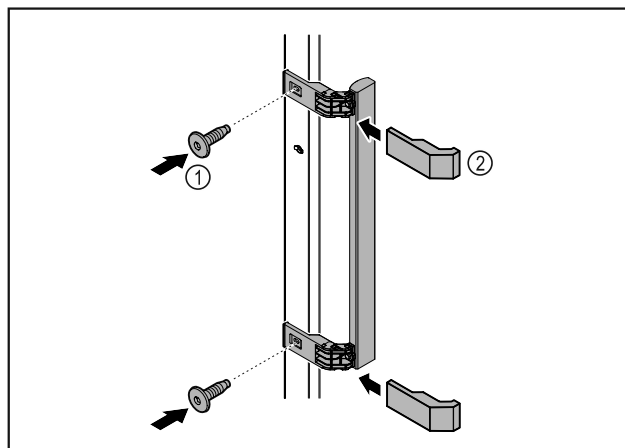

Fig. 3
- ▶ Colocar en la puerta el tirador del kit de accesorios con los tornillos incluidos Fig. 3 (1).
- ▶ Colocar la cubierta Fig. 3 (2).